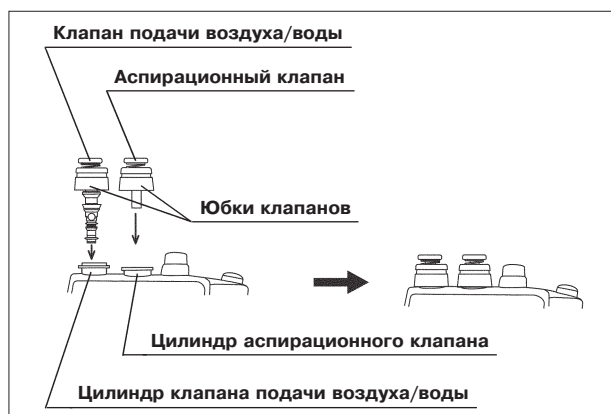

Рис. 3.16
1. Вставьте клапан подачи воздуха/воды в отверстие цилиндра клапана на эндоскопе (см. рис. 3.16).